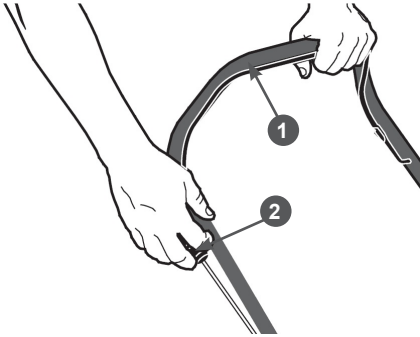

Рис. 14 Запуск двигателя
3. Встаньте позади газонокосилки.левой рукой нажмите на рычаг 1 остановки двигателя и удерживайте его, а правой рукой возьмите ручку 2 стартера (Рис. 14).
2. Отпустите рычаг 1 остановки двигателя (Рис. 14).